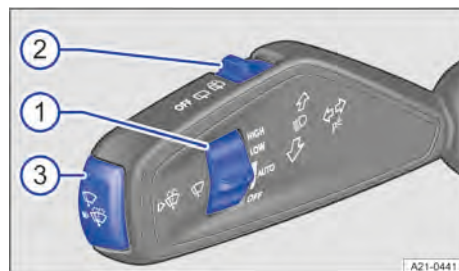

Fig. 82 Na coluna de direção à esquerda: alavanca dos indicadores de direção e do farol alto e alavanca dos limpadores dos vidros.
2. Girar o interruptor para a posição desejada → Fig. 82 ①:
1. Girar o interruptor → Fig. 82 ① para a posição **OFF**.
2. Pressionar o botão → Fig. 82 ③ até o primeiro nível (☑) → ⚠. Manter o botão pressionado por mais tempo para limpar com mais rapidez.
2. Pressionar o botão → Fig. 82 ③ até o segundo nível (☑) → ⚠.
2. Empurrar o interruptor → Fig. 82 ② para a posição central ☑.
1. Empurrar o interruptor → Fig. 82 ② para a esquerda, para a posição OFF.
2. Empurrar o interruptor → Fig. 82 ② para a posição direita ☑ → ⚠ e segurá-lo nessa posição.